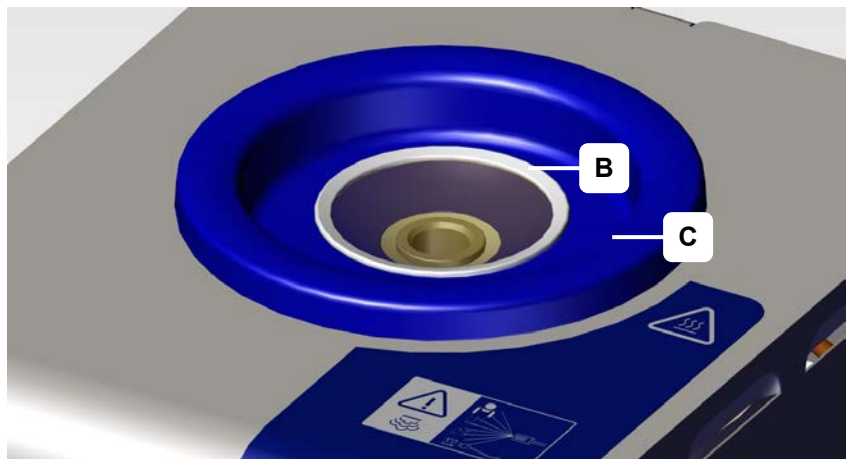

Bild 6.2.2: Sieb in die Auffangwanne legen
3. Legen Sie das Sieb (Bild 6.2.2) Lieferumfang in die Auffangwanne.